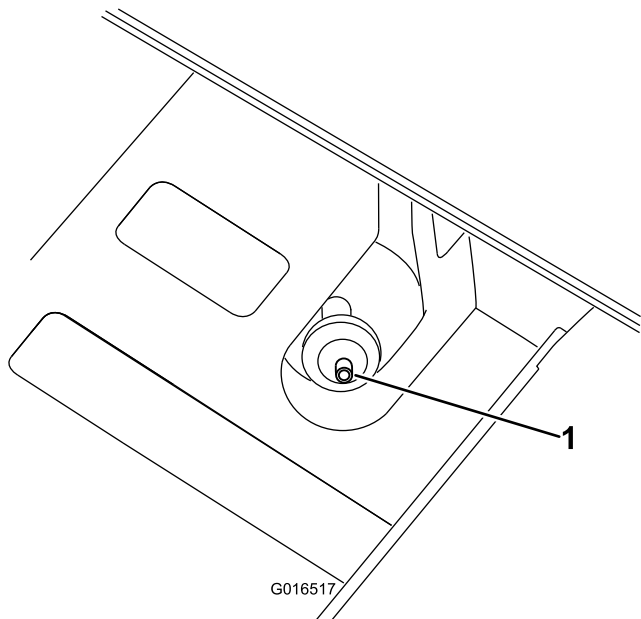

Figura 25
- Posizionate il filtro dell'aria nella parte inferiore del canister a carboni attivi (Figura 25).